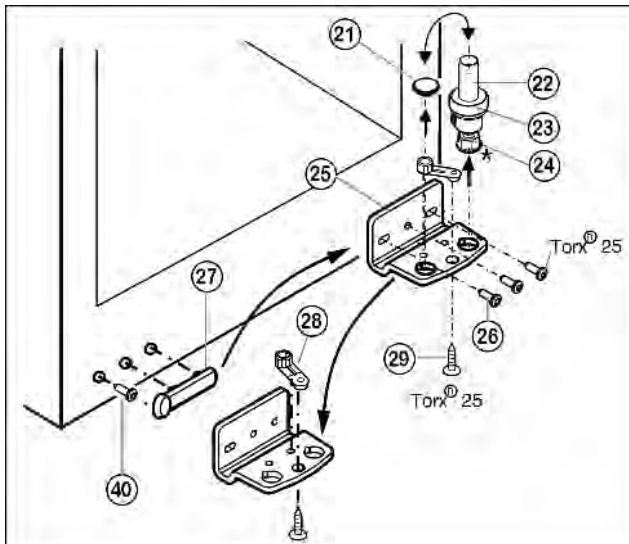

Fig. 5
- ▶ Cijeli svornjak ležaja Fig. 5 (22), s pločicom Fig. 5 (23) i podesivom nožicom\* Fig. 5 (24) skinite prema gore.
- ▶ Podignite čep Fig. 5 (21).
- ▶ Odvijte podložak ležaja Fig. 5 (25).
- ▶ Odvijte dio ležaja Fig. 5 (28) i premjestite ga u suprotnu prihvatnu rupu podloška ležaja, ponovo ga zavijte.
- ▶ Oprezno nadignite pokrov na strani ručke Fig. 5 (27), odvijte vijak Fig. 5 (40) i premjestite ih na suprotnu stranu.
- ▶ Eventualno pomoću odvijača na baterije ponovo čvrsto pričvrstite vijcima podložak ležaja Fig. 5 (25) na novoj strani šarke (s 4 Nm).
- ▶ Ponovo umetnite čep Fig. 5 (21) u drugu rupu.
- ▶ Ponovo umetnite cijeli svornjak ležaja Fig. 5 (22), s pločicom i podesivom nožicom\*. Pri tome pazite da je ispuščenje za blokiranje okrenuto prema otpraga.
- ▶ Stavite vrata odozgo na donji svornjak ležaja Fig. 5 (22).
- ▶ Poravnajte vrata eventualno preko obje uzdužne rupe u donjem podlošku ležaja Fig. 5 (25) u liniji s kućištem uređaja. Za to odvijte srednji vijak.